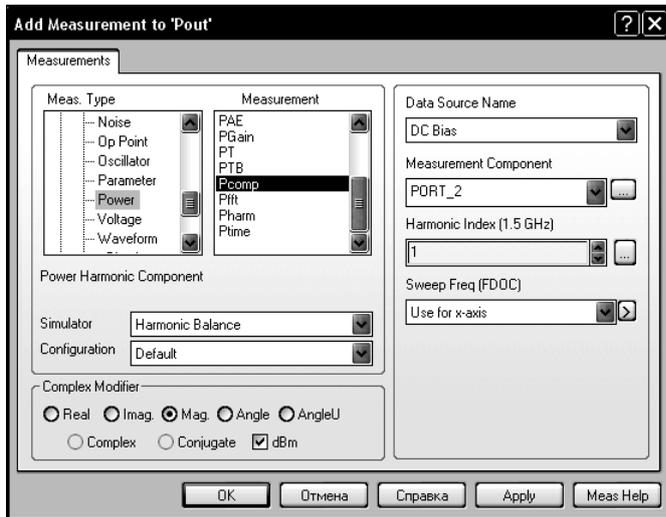

Рис. 3.23
3. Правой кнопкой мышки щёлкните по подгруппе **Pout** в группе **Graphs** в окне просмотра проекта и выберите **Add Measurement** во всплывающем меню. Откроется диалоговое окно **Add Measurement** (рис. 3.23).
4. В области **Meas Type** раскройте группу **Nonlinear** и отметьте **Power**. Выберите **Pcomp** в области **Measurement**. Введите **DC Bias** в поле **Data Source Name**, введите **PORT_2** в поле **Measurement Component**, введите **1** в поле **Harmonic Index**, в поле **Sweep Freq(FDOC)** введите **Use for x-axis**, отметьте **dBm** в области **Complex Modifier** и нажмите **Apply** и **OK** (Рис.3.23).